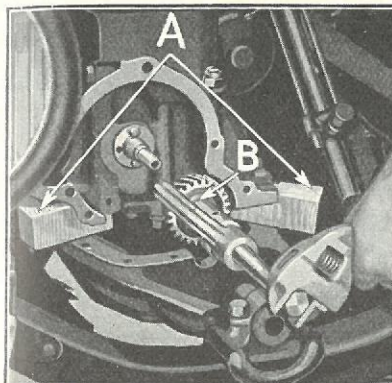

Fig. 276
- (f) Løft Motorens Forende saa meget ved Hjælp af Talje og Løfte-krog, at Krumtapakseltandhjulet kan gaa klar af Krumtaphusets forreste Væg. Lad Motoren blive i denne Stilling ved at indsætte et Par Trækiler mellem Cylinderblokken og Krumtaphuset (se Fig. 276-A).
- (g) Krumtapaksel-Tandhjulet kan da aftages med en Aftrækker, som vist ved »B« (Fig. 276).